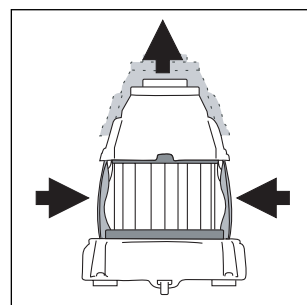

Fig. 17
- Appuyez légèrement sur les deux languettes et soulevez la partie supérieure (fig. 17).